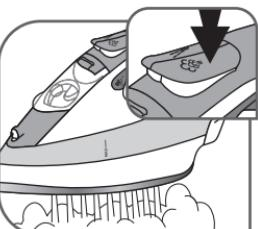
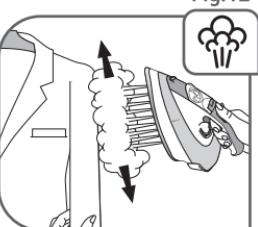

Fig.12
Fig.15
- A TURBO funkció használatához a termosztátot állítsa "MAX" vagy "..."-re helyzetbe. Nyomja meg időnként a TURBO gombot – fig.12.
- Akassza fel a ruhaneműt egy vállfára és feszítse ki az anyagat egy kézzel. Mivel a gőz nagyon forró, soha ne simítson ki egy felvett ruhaneműt, az minden vállfában legyen – fig.15.
- Nyomja meg szakszerűen a TURBO gombot – fig.12, majd fentről lefelé mozgassa – fig.15.